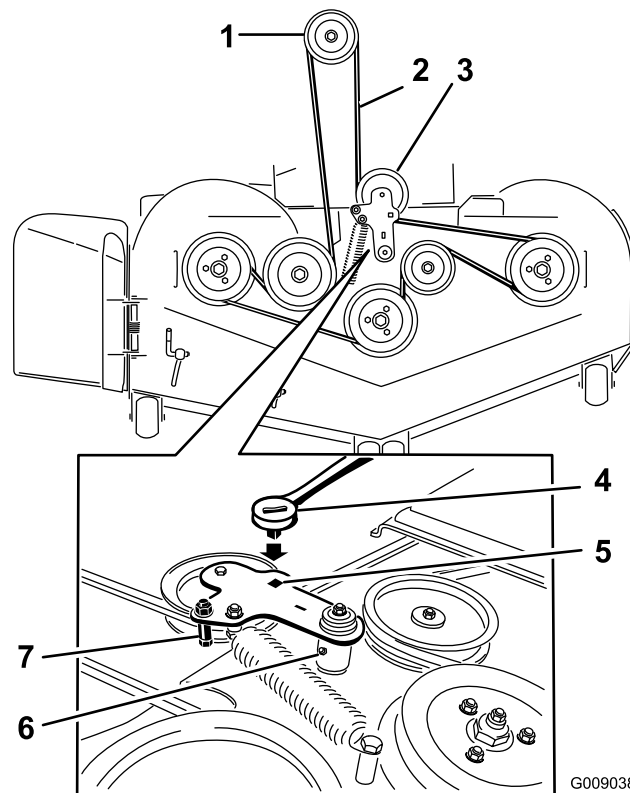

Bild 76
7. Setzen Sie eine Ratsche in das rechteckige Loch im Spannarm ein, um die Spannung an der Spannscheibenfeder zu lösen (Bild 76).
9. Nehmen Sie die Riemenschutzvorrichtung am gefederten Spannarm ab, wie in Bild 76 dargestellt.
11. Verlegen Sie den neuen Riemen um die Mähwerk- und Bremsspannscheiben unter dem Motor (Bild 76).
12. Nehmen Sie die Riemenführung am Spannarm ab, wie in Bild 76 dargestellt.
13. Setzen Sie die Spannscheibenfeder mit der Ratsche im rechteckigen Loch ein (Bild 76).